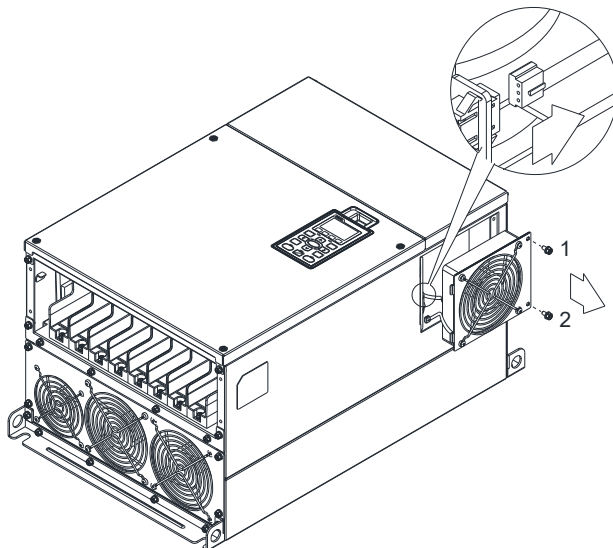

图 3
1. 松开螺丝 1~2 (如图 3), 并拆除风扇电源接头 (如下图局部放大图所示), 才可以取出风扇。螺丝扭力值: 24~26 kg-cm / [20.8~22.6 lb-in.] / [2.4~2.5 Nm]